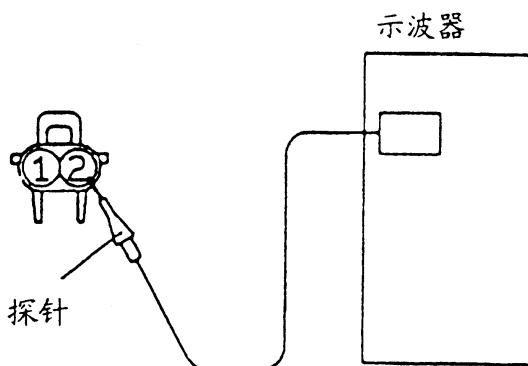

图 3-16 用示波器测试喷油器
(1) 拆下喷油器接头，并连接专用工具（测试线：MB991348）到电源的供应侧及 ECU 各接头端子。
(2) 如图 3-16 所示，将示波器探针接到喷油器接头 2 号端子。